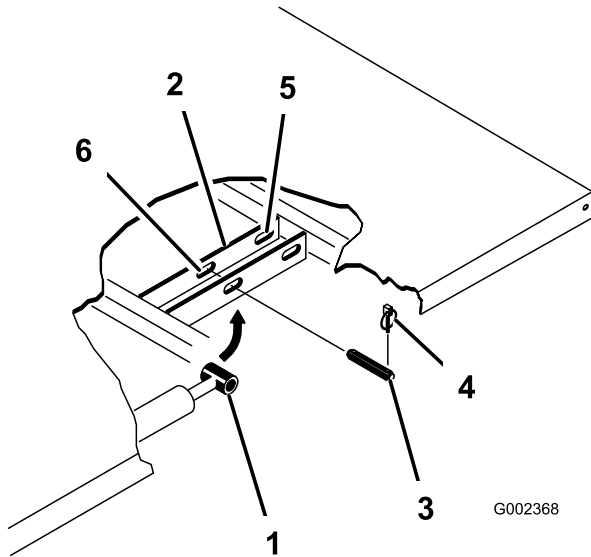

Bild 33
3. Nehmen Sie die Klappstecker von den äußeren Enden der Lastösenbolzen der Zylinderstange (Bild 33) ab.
4. Nehmen Sie die Lastösenbolzen ab, mit denen die Enden der Zylinderstange an den Pritschenbefestigungsplatten befestigt sind. Drücken Sie die Bolzen hierfür nach innen (Bild 33).
5. Nehmen Sie die Klappstecker und die Lastösenbolzen ab, mit denen die Schwenkhalterungen an den Rahmenkanälen befestigt sind (Bild 33).